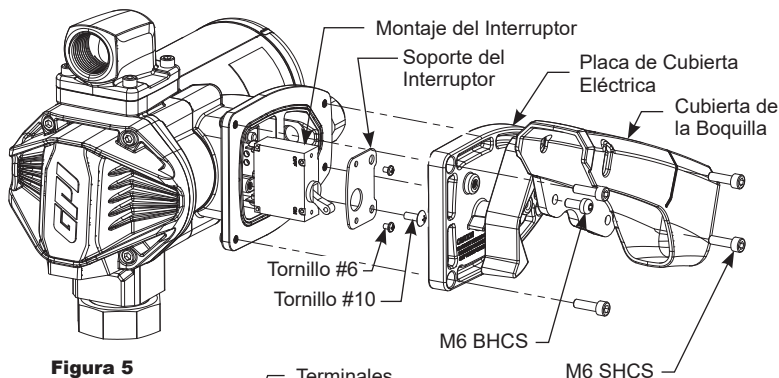

Figura 5
4. Retire los (4) M6 SHCS y la placa de cubierta eléctrica de la carcasa del motor.
5. Retire el (1) tornillo de cabeza segmentada n.º 10 y el soporte del interruptor con el conjunto del interruptor (vea Figura 5).